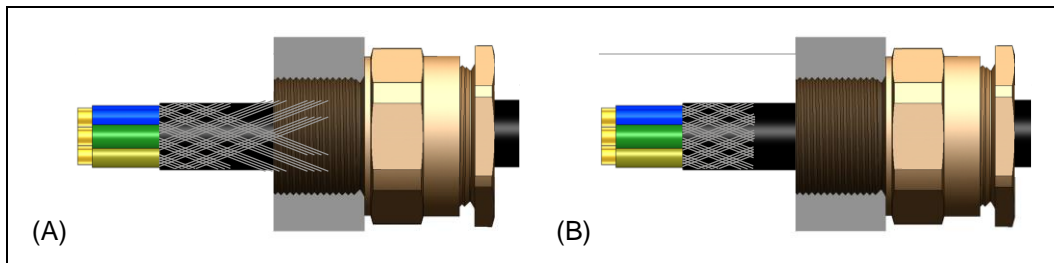
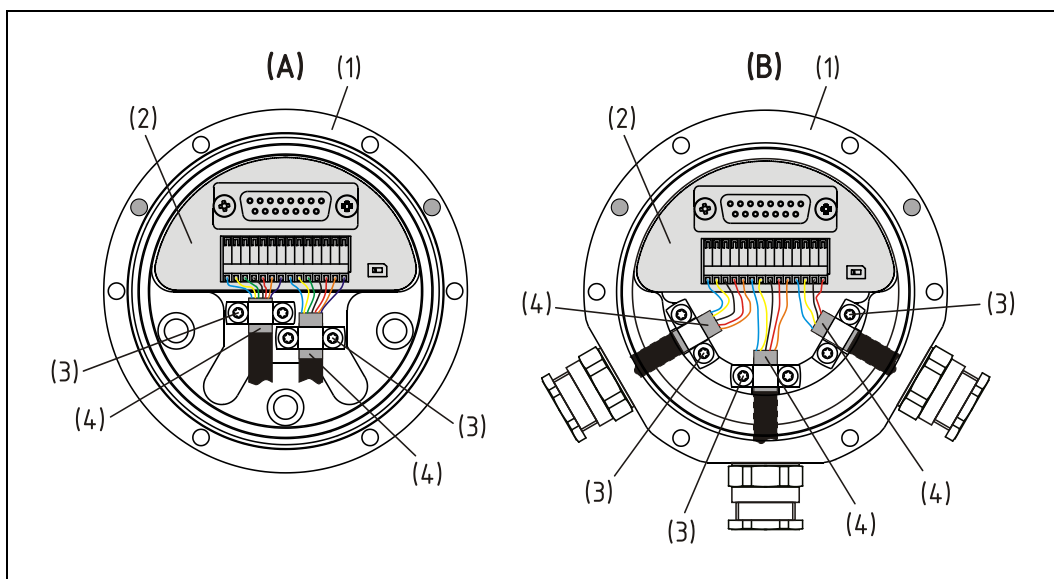

Abbildung 11: Kabeleinführung mit eingeführtem Kabel
Abbildung 12: Anschluss-Haube mit axialen (A) bzw. radialen (B) Kabeleinführungen
Kabel mit Schirmgeflecht durch die Kabeleinführung in die gewünschte Position führen (A), die Dichtungsmutter (4) zunächst von Hand anziehen, bis ein Widerstand zu spüren ist, wenn sich die Dichtung um das Kabel legt. Zum Schluss noch die Dichtungsmutter mit dem Schraubenschlüssel um eine weitere Umdrehung nachziehen. Schirmgeflecht so ablängen, dass sich das Schirmgeflecht in der Endlage nur im Klemmbereich der Kabelschelle befindet, siehe Abbildung 11 (B) und Abbildung 12.